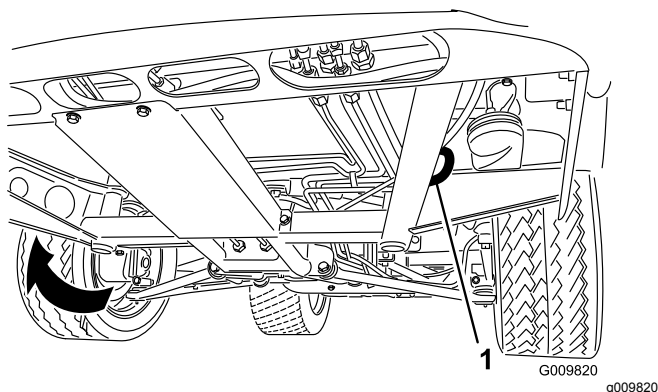
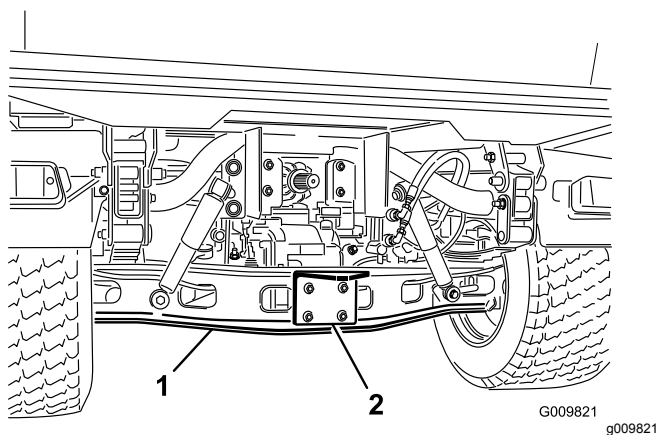

Figure 26
Figure 27
L'emplacement des points d'arrimage sur la machine est indiqué à la Figure 26 et la Figure 27.
1. Accrochez un câble de remorquage à la flèche d'attelage à l'avant du châssis de la machine (Figure 26).